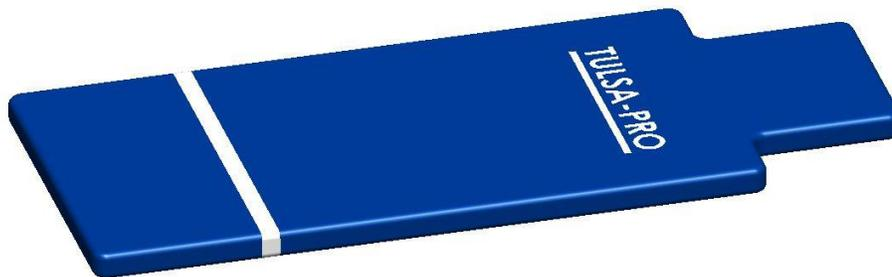

Abbildung 16: Siemens-Patientenpolster 107320
- Ein Patientenpolster (*Abbildung 16*) und kein Spulenhalter